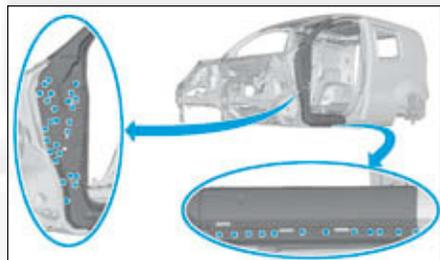

FIG.68
- par points bouchons MAG, puis meuler les points de soudure (Fig.68).